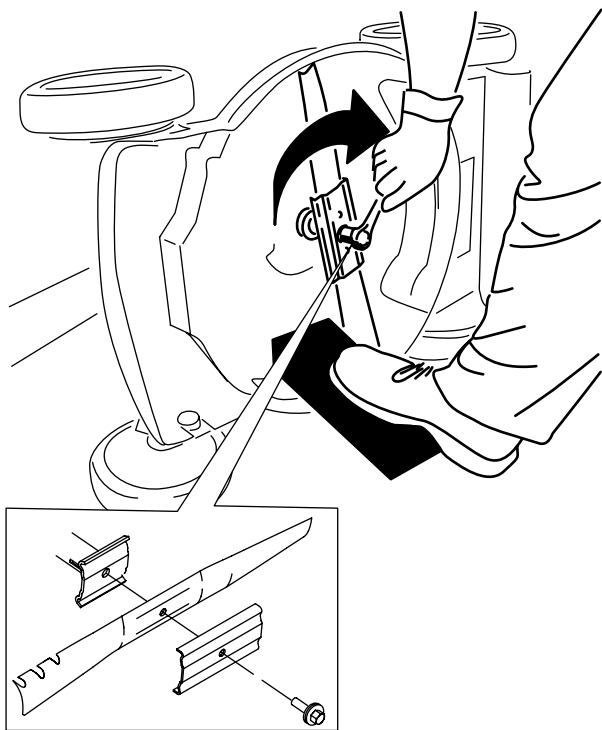

Figura 50
5. Instale la cuchilla nueva y todos los herrajes de montaje (Figura 50).